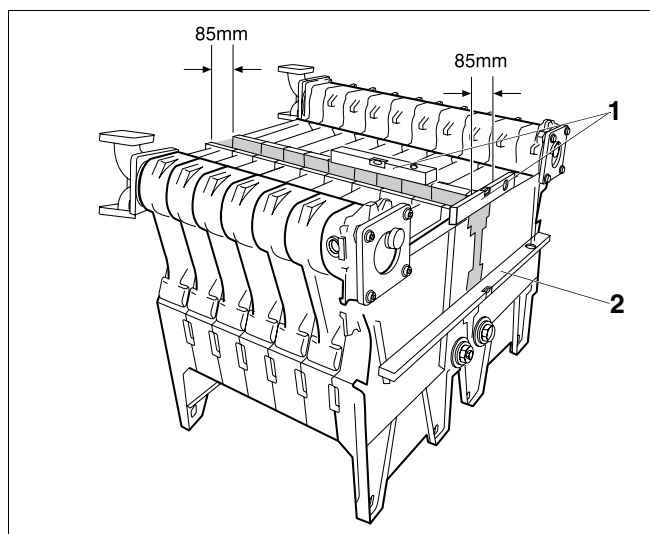

Fig. 26 Positionnement des blocs chaudière
- Positionner les blocs chaudière avec une règle à niveler (fig. 26, **pos. 2**) et un niveau à bulle (fig. 26, **pos. 1**).